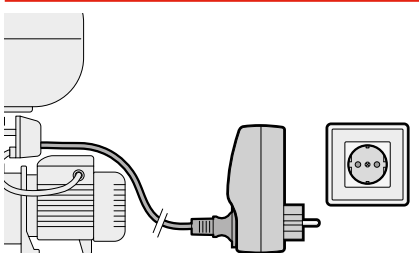

Fig. 2
- ✘ Staccare la spina del cavo di alimentazione dell'elettropompa dalla presa di corrente lasciando aperto il punto di erogazione e scaricare completamente l'impianto (**Fig. 2**).
- ✘ Inserire la spina del cavo di alimentazione dell'elettropompa nel dispositivo EP (**Fig. 2**).